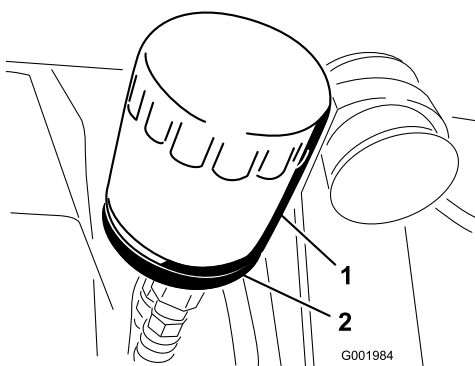

Figura 51
2. Retire o filtro do óleo (Figura 51).
adaptador do filtro e, em seguida, aperte o filtro mais 1/2 volta (Figura 51).